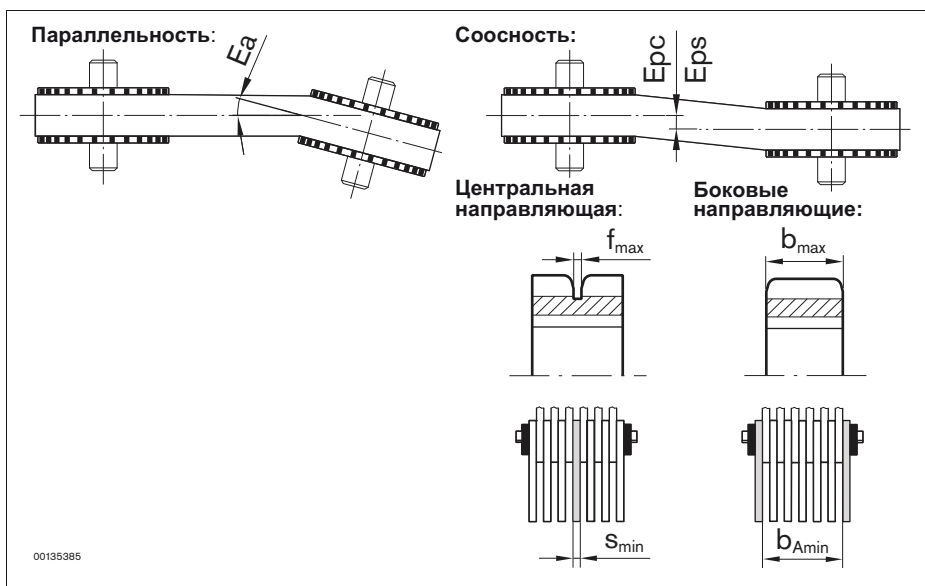

Рис. 8: Правильный монтаж звездочек зубчатой цепи
- Звездочки должны находиться параллельно друг другу (см. рис. 8). Допустимая ошибка:  $E_a \leq 1^\circ$
- Расположение звездочек должно быть соосным друг другу (см. рис. 8).